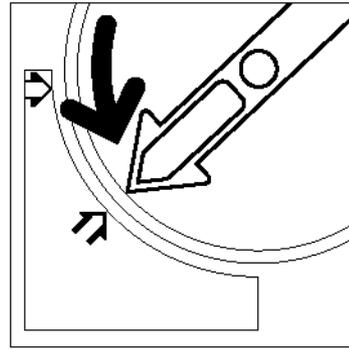

Figure 9 : Rotation de la cartouche de toner
- 3** Retirez la cartouche en la tournant dans le sens anti-horaire, les deux points, l'un sur la cartouche et l'autre sur la machine, doivent être alignés (figure 9).